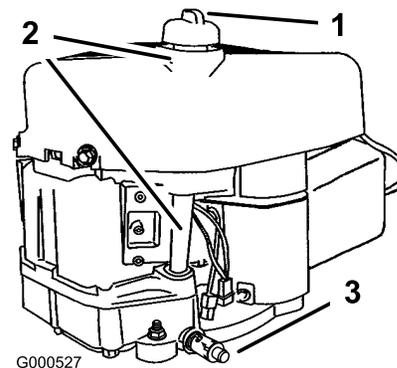

Figura 24
2. Limpie alrededor de la varilla de nivel de aceite (Figura 24) para impedir que caiga suciedad por el orificio de llenado y cause daños en el motor.
- Limpie alrededor de la varilla de aceite y desenrosque el tapón (Figura 24).
- Vierta lentamente un 80% aproximadamente de la cantidad especificada de aceite por el tubo de llenado (Figura 24).